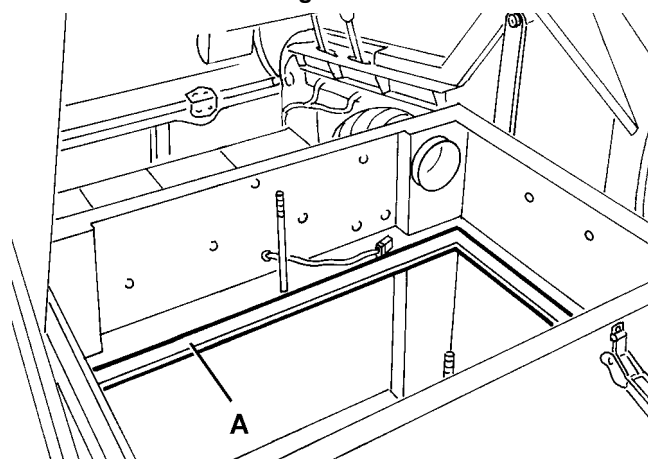

Figure 15
10. Si besoin est, nettoyer le long du périmètre du joint en caoutchouc (A, Fig. 15) du logement du filtre et contrôler que le joint est intact. En cas contraire, le remplacer.